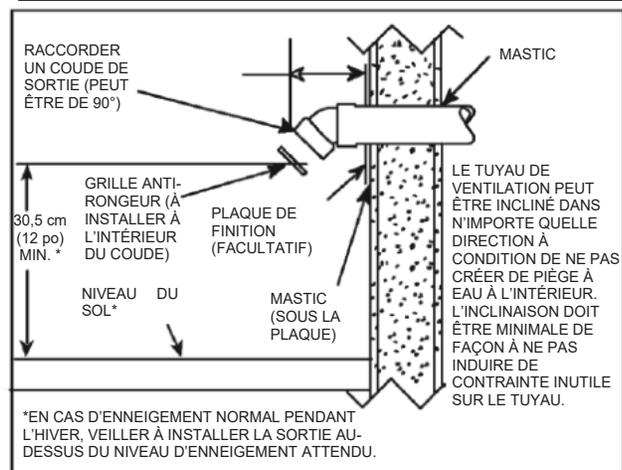
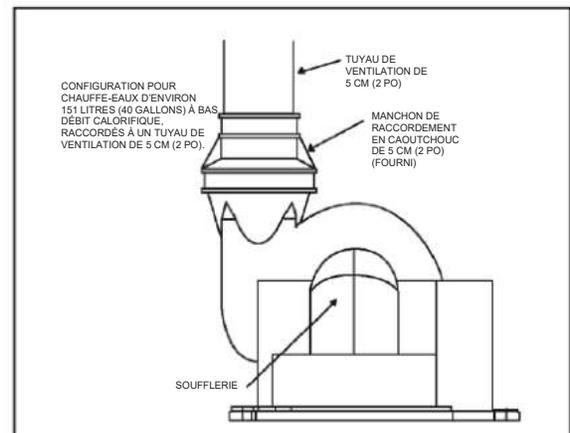

Fig. 16
Fig. 19
Ce chauffe-eau est conçu pour expulser les produits ou gaz de combustion à l'extérieur à l'aide d'un système de canalisation étanche. Le tableau 1 fournit la liste du matériel de ventilation autorisé et les dimensions. Les Figures 16 à 18 illustrent diverses sorties d'évacuation et les dégagements à respecter. Le raccordement des tuyaux de ventilation à la soufflerie est illustré aux Figures 19 à 22.
- Insérer le tuyau de ventilation dans ce trou et le fixer en position. Raccorder le tuyau de ventilation au coude de sortie comme illustré sur les Figures 16 à 18.
1. Le tuyau de ventilation se raccorde au manchon de raccordement en caoutchouc situé au-dessus de l'ensemble de soufflerie. Ce manchon est pourvu de colliers de serrage à engrenage pour le raccordement du tuyau de ventilation à la soufflerie. Ces raccords doivent être correctement installés et serrés afin d'éviter toute fuite de gaz de combustion dans l'espace. Voir les Figures 19 à 22.